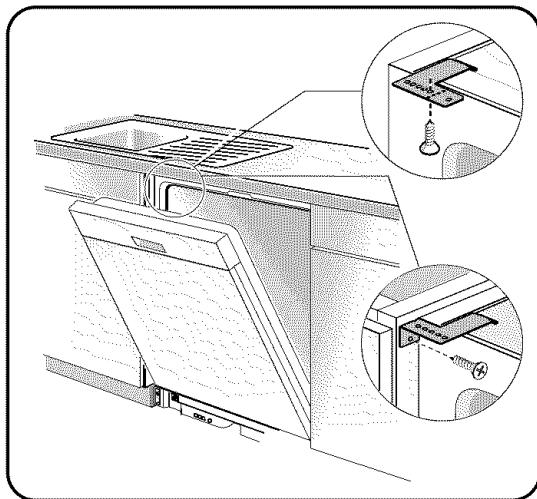

Figure 11/Illus. 11
1) **Top Mount** is used for countertops made of wood or other materials that can easily drilled. Orient the mounting brackets as shown in Figure 11, letter A, and position the two small tabs on the mounting brackets over the two slots on the dishwasher's front corners. Push the mounting brackets down firmly to insert the tabs into the slots.
2) **Side Mount** is used for countertops made of marble, granite, or other very hard materials that cannot be easily drilled. Bend the mounting brackets along the small holes and in the same direction as the two small tabs. Orient the mounting brackets as shown in Figure 11, letter B, and position the two small tabs on the mounting brackets over the two slots on the dishwasher's front corners. Push the mounting brackets down firmly to insert the tabs into the slots.
1) **Sur le dessus** est utilisé pour les comptoirs fabriqués en bois ou autres matériaux pouvant être facilement percés. Orienter la fixation comme à la figure 11, lettre A, et positionner les 2 petites languettes sur la fixation sur les deux fentes des coins avant du lave-vaisselle. Pousser fermement sur les fixation pour insérer les languettes dans les fentes.
2) **Sur le côté** est utilisé pour les comptoirs en marbre, granite ou autre matériaux très durs ne pouvant être percés. Plier la fixation le long des petits points et dans la même direction que les deux petites languettes. Orienter les fixations comme à la figure 11, lettre B, et 2 petites languettes sur la fixation sur les deux fentes des coins avant du lave-vaisselle. Pousser fermement sur les fixation pour insérer les languettes dans les fentes.
1) **El Montaje Superior** se utiliza cuando el contador tiene una superficie de madera u otro material fácil de perforar. Acomode los soportes de montaje tal como indica la letra A en la Ilustración 11 y sitúe la dos lengüetas pequeñas de modo que cubran las dos ranuras en los rincones delanteros de la lavadora. Oprima firmemente hacia abajo los soportes de montaje hasta introducir las lengüetas en sus ranuras.
2) **El Montaje Lateral** se utiliza para las superficies de contador hechas de mármol, granito u otro material muy duro que no se perfora fácilmente. Doble los soportes de montaje en línea con los hoyos pequeños y en la misma dirección como las dos lengüetas pequeñas. Acomode los soportes de montaje tal como indica la letra B en la Ilustración 11 y sitúe las dos lengüetas pequeñas encima de los soportes de montaje sobre las dos ranuras en los rincones delanteros de la lavadora. Oprima firmemente hacia abajo los soportes de montaje para poder introducir las lengüetas en las ranuras.